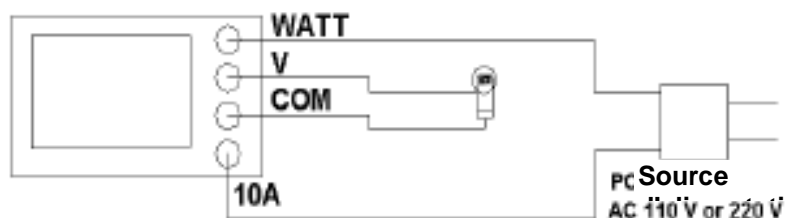

Fig. 2
Connectez les câbles de test aux bornes comme indiqué sur la figure 2.
- 6) * Connectez la "CHARGE" aux bornes 3 - 17, 3 - 18 (voir fig. 2).
* Connectez la "SOURCE D'ALIMENTATION" aux bornes 3 - 16, 3 - 19 (voir Fig. 2).
Prise d'entrée "V" (3 - 17, fig. 2) et prise d'entrée "COM" (3-18, fig. 2)
Connexion de la sortie du courant du transformateur à la prise d'entrée "10 A" (3 - 19, fig. 2) et à la prise d'entrée "COM" (3 - 18, fig. 2).
Prise d'entrée "V" (3 - 17, fig. 2) et prise d'entrée "COM" (3 - 18, fig. 2)
Connexion de la pince d'alimentation (1 AC mV par 1 ACA), aux prises "Clamp-On Current Input" (3 - 20, fig. 2).